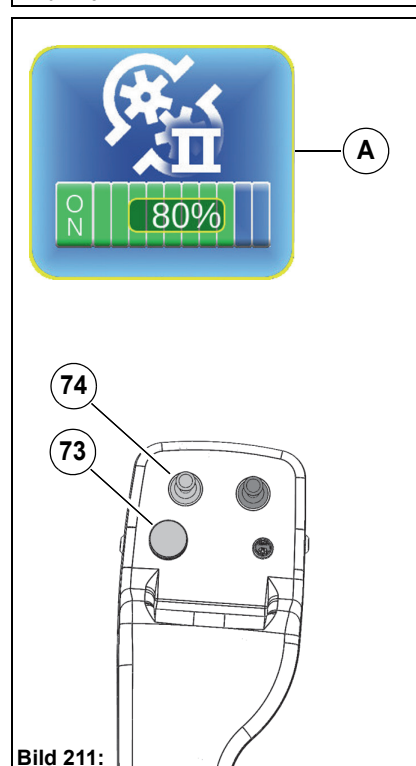

Bild 211:
1. Använd vridtryckströmställaren **Bild 211-73** för att slå på hydraulkrets II för det bakre påbyggnadsaggregatet **Bild 211-A** och ställ in önskat varvtal.